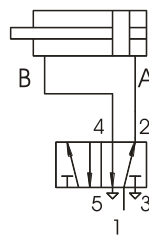

Bild 4
Pneumatik Anschluss, Bild 4, 5
1. Gewindestopfen M5 (1) am Zylinder (2) entfernen und am Parallelanschluss wieder montieren.
3. Pneumatikschläuche gemäss Schema anschliessen; Bild 4